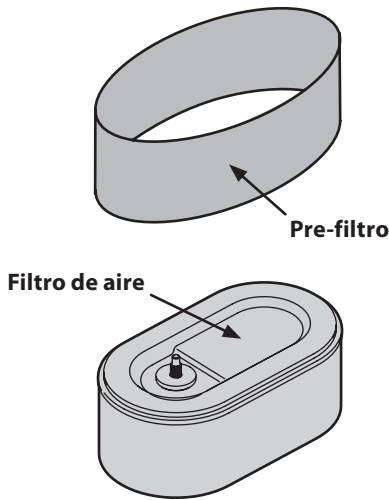

Figura 6-6
- Quitar la espuma pre-filtro de aire de todo el papel de filtro. Vea la Figura 6-6. Sustituya el elemento de papel cuando sucio o dañado. Limpie el elemento de espuma o sustituya cuando dañado.